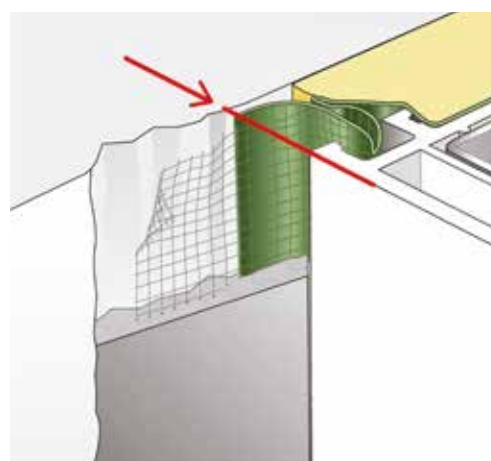

Fig 9 : application du mortier sur la grille.
- en premier lieu appliquer une couche fine de crépi sur le mur (Fig. 9)
- Placer la jonction, comme sur la Figure 9, au droit du trait rouge.